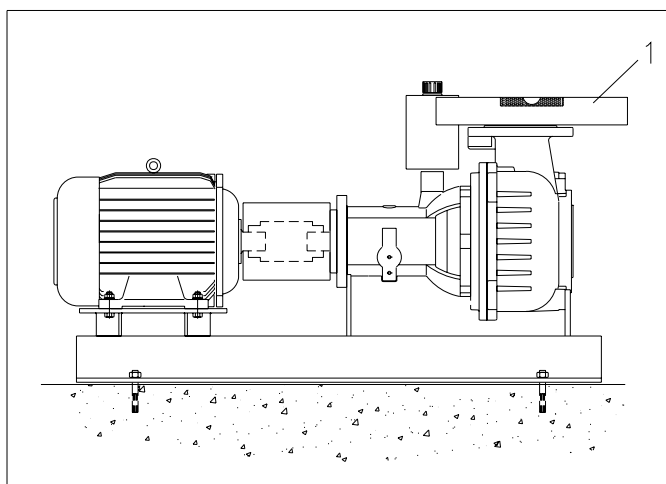

Fig. 7.2
- la partie supérieure de la bride de la pompe doit être horizontale (voir Figure 7.2, poste 1)